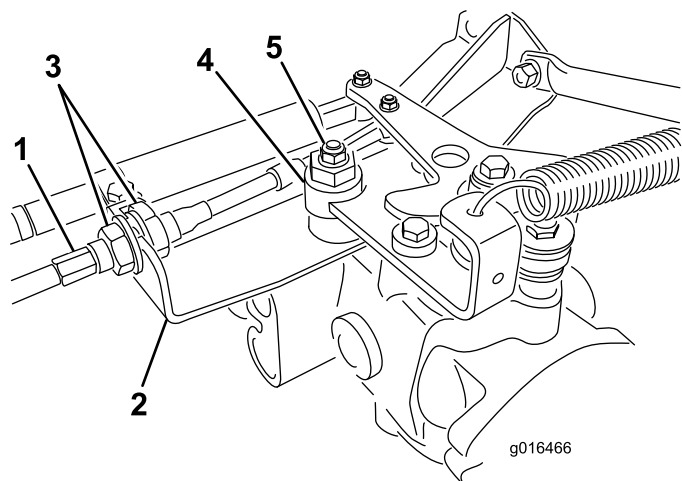

Figura 41
- A. Slăbii ambele contrapiulie care fixează cablul de comandă al traciunii la placa despăritoare de pe sistemul hidrostatic (Figura 41). Asigurați-vă că respectivele contrapiulie sunt slăbite în mod egal și suficient pentru a permite reglarea.
Notă: Slăbiți piulița care fixează excentricul la partea superioară a hidrostăului (Figura 41).
- E. Când roata se oprește, strângeți contrapiulița excentricului și reglajul (Figura 41).
- G. Din fiecare parte a plăcii despăritoare, strângeți uniform contrapiulițele, fixând cablul de traciune pe placă (Figura 41). Nu răsuciți cablul.